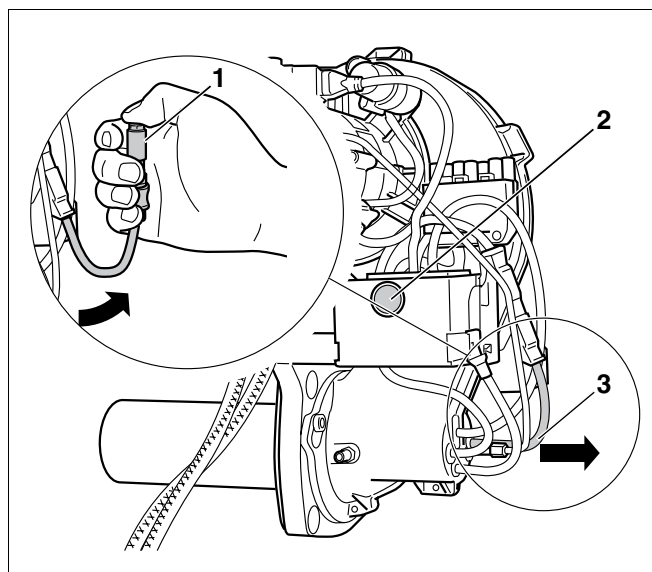

Fig. 36 Testarea funcției senzorului de flacără
- Cu arzătorul în funcțiune se scoate senzorul de flacără din suport trăgând de mânerul prevăzut (Fig. 36, **Poz. 3**).
- Se acoperă senzorul de flacără (Fig. 36, **Poz. 1**). După repornire trebuie să urmeze o decuplare de perturbație.
- După un timp de așteptare de cca. 30 secunde se deblochează automatul de ardere pe combustibil lichid prin apăsarea butonului de (Fig. 36, **Poz. 2**) resetare.